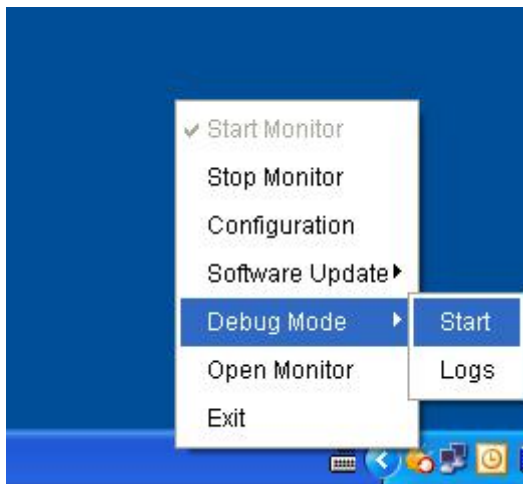
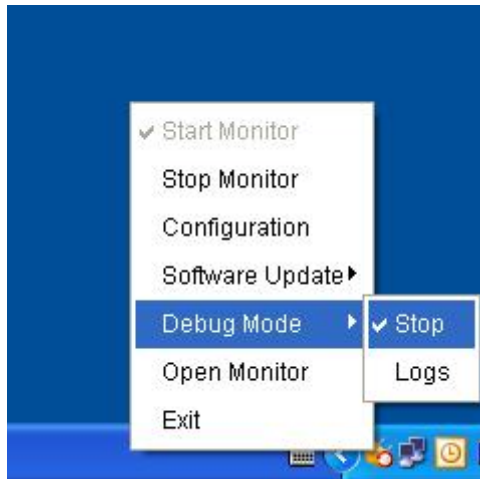

图 3-5
图 3-6
- **Start:** 点击<Start>可以启用 Debug Mode。请参照图 3-5。 点击<Stop>可以停止日志的记录。请参照图 3-6。